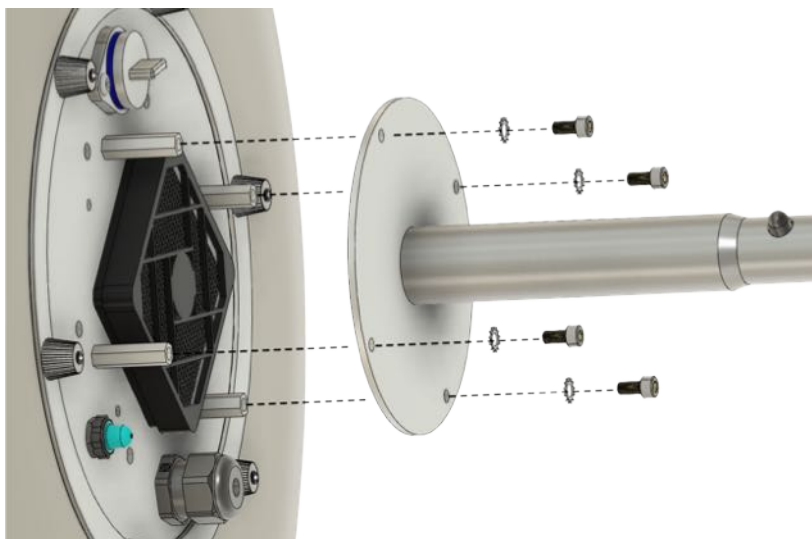

Abb. 10
1. Afloje la montura del trípode quitando los 4 tornillos de hexágono interior (Fig. 10).